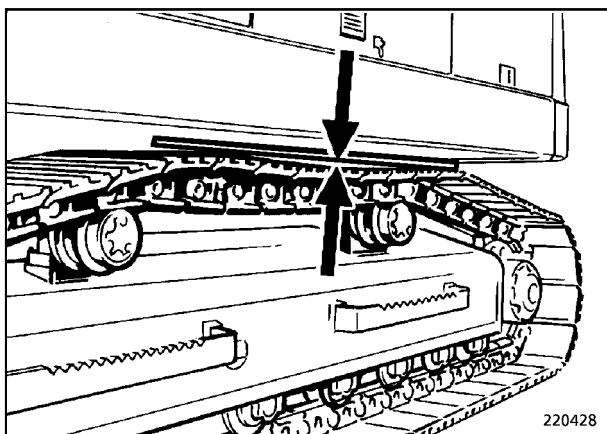

Fig. 4
- Poner una lata recta entre los rodillos de apoyo en la oruga (Fig. 4).
El valor medido debe encontrarse entre 3 y 4 cm (1.18" y 1.57") (Fig. 4).